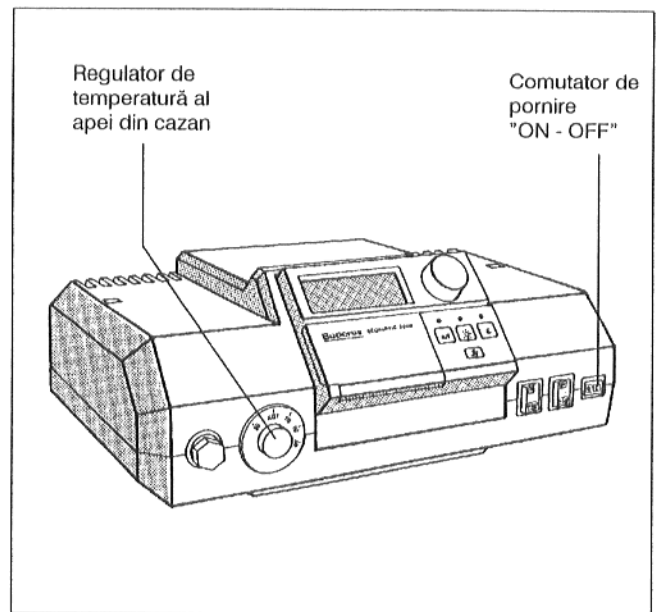
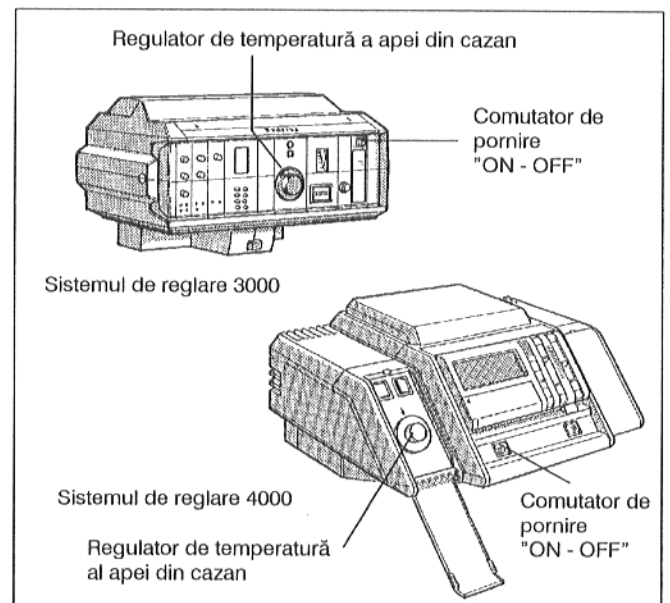

Fig. 28: Sistem de reglare 2000
Fig. 29: Sistemul de reglare 3000 și 4000
- Comutatorul de pornire se fixează în poziția I (ON) (Fig. 28 respectiv Fig. 29).
- Se fixează regulatorul de temperatură al apei din cazan în poziția "AUT" (Fig. 28 respectiv Fig. 29).